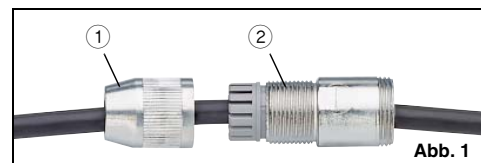

Abb. 1
- Fädeln Sie zunächst die Druckmutter ① und das Gehäuse ② über das Kabel (Abb. 1).
1. First slide the pressure nut ① and the housing ② over the cable (Fig. 1).